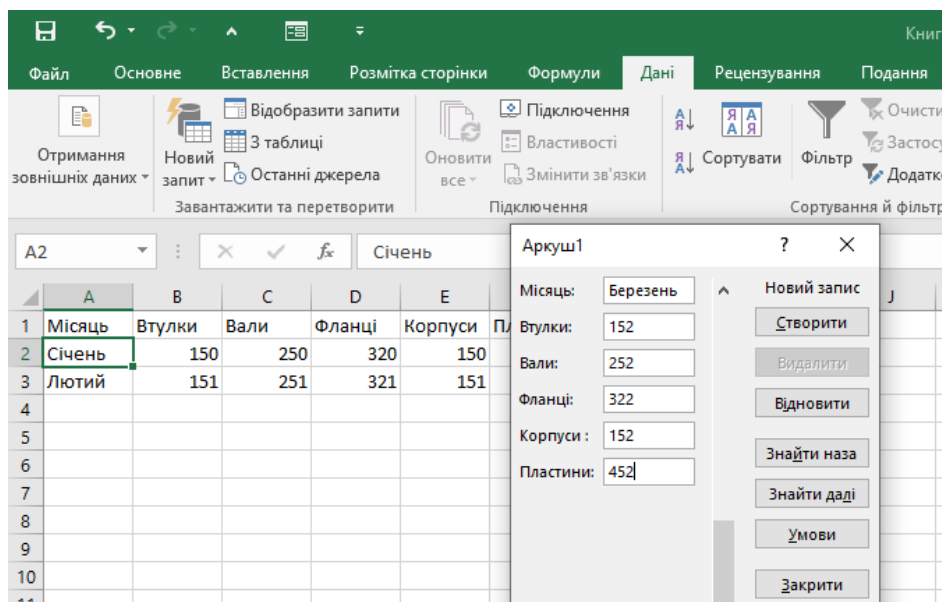

Рисунок 2.28 – Заповнення таблиці
9. Натискаємо кнопку «Далі» та заповнюємо форми за лютий та інші місяці (рисунок 2.28). 4–5 скріншотів навести в роботі.